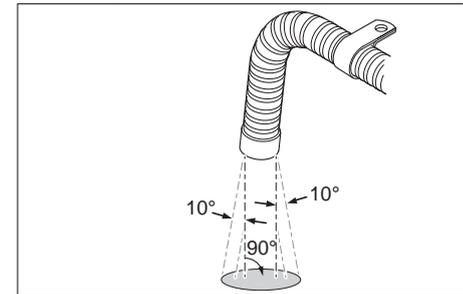

Abb. 21: Einbaulage des Abgasauslasses
- ▶ Abgasleitung maximal 150 mm vor dem Abgasauslass befestigen, so dass die Abgase in einem Winkel von 90° ±10° zum Boden austreten. Siehe Abb. 21.